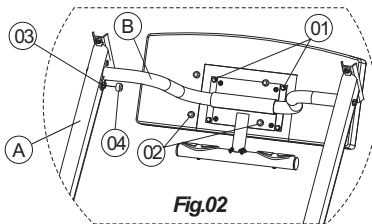

Fig.02
- 3 - Dê uma leve inclinação no corrimão (A)-Fig.02, até que você possa fixar o painel com os parafusos (01) sextavado interno M6x16 mm e arruelas M6. Logo em seguida coloque as tampas (02) de acabamento nas cabeças dos parafusos.
- 4 - Fixe também o painel para que ele não gire-*Fig.02*. Alinhe o suporte do painel (B) com o corrimão A e fixe-o com o parafuso (03) sextavado M8x20 mm e arruela M8. Coloque a tampa de acabamento (04).